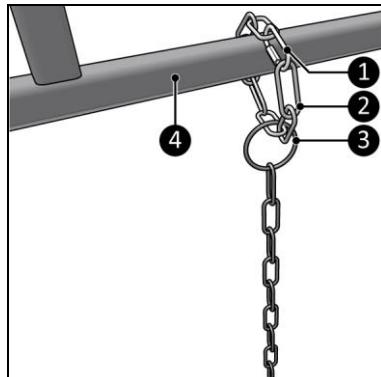

Figura 8
1. Amplasați lanțul de ancorare suplimentar (30 cm) (Figura 8, poziția 2) prin inelul lanțului de ancorare (50 cm) (Figura 8, poziția 3) și peste cadru (Figura 8, poziția 4).
2. Ataşați cârligul de carabină (Figura 8, poz. 1) la ambele capete ale lanțului de ancorare suplimentar (30 cm) pentru a închide bucla.